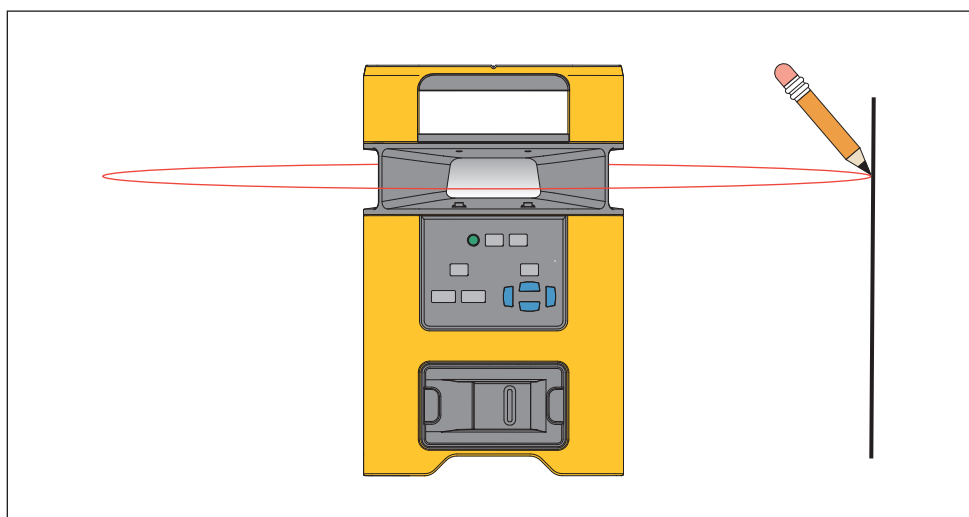

Рисунок 5. Новая отметка выравнивания по горизонтали
1. Установите нижнюю часть Прибора на устойчивой поверхности. См. Рисунок 5.